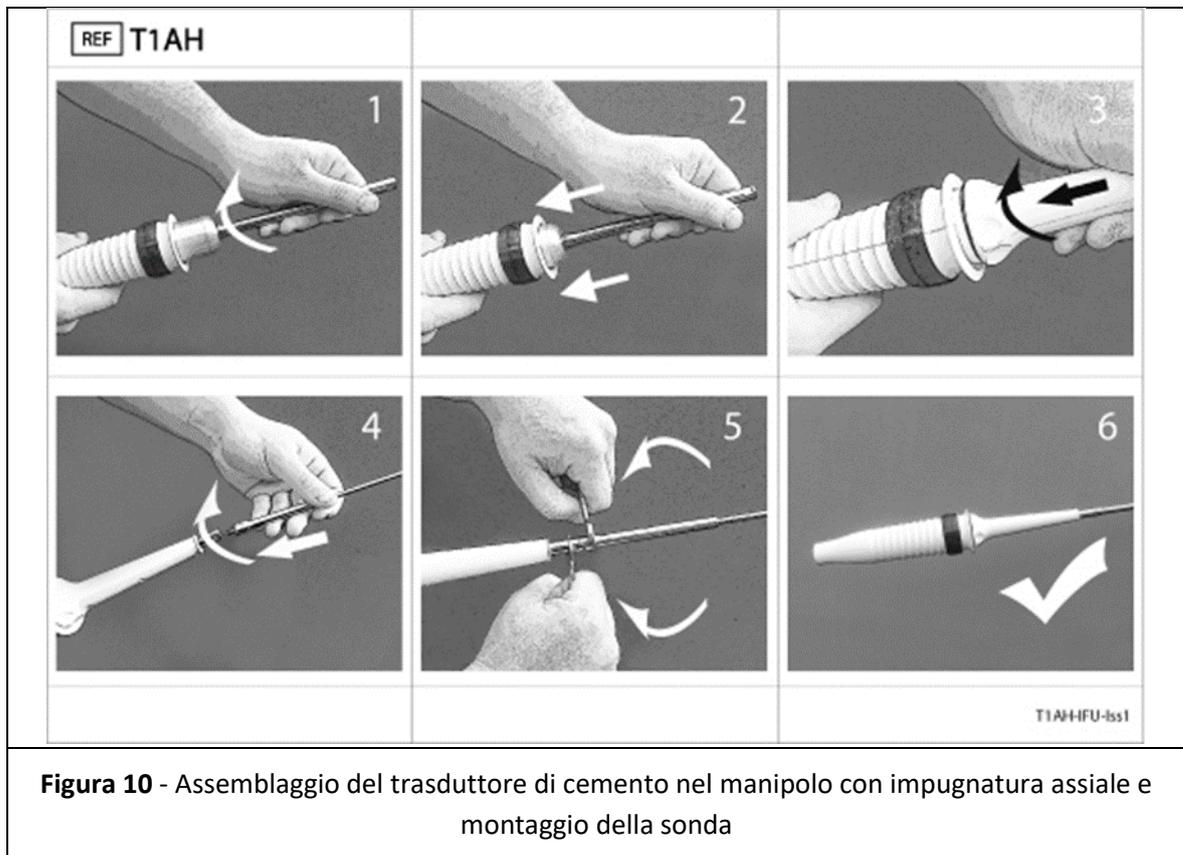

Figura 10 - Assemblaggio del trasduttore di cemento nel manipolo con impugnatura assiale e montaggio della sonda
- Inserire il trasduttore nel manipolo. Ruotare il trasduttore e farlo cadere in posizione - assicurarsi che sia saldamente collegato. Vedere (1) e (2) nella Figura 10 di seguito.
- Far scorrere il manicotto della manopola sul corno del trasduttore. Individuare le alette alla base del manicotto nell'impugnatura della manopola e ruotarle/scattarle in posizione. Vedere (3) sotto.
- Utilizzando entrambe le chiavi in dotazione, fissare la sonda al trasduttore (4) e (5) di seguito.